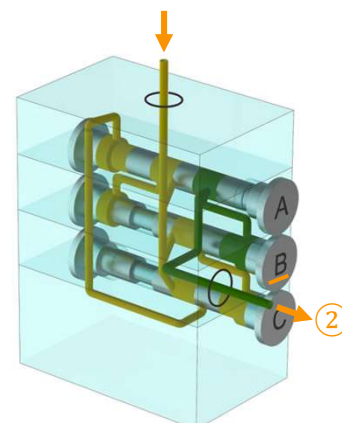
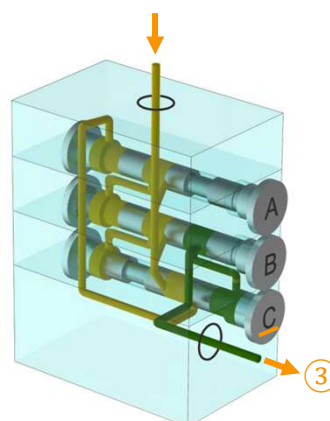

Abb. 9.2 B
Abb. 9.3 C
Danach werden die Dosierkolben B und C schrittweise verschoben und der Schmierstoff wird zu den Auslässen ② (Abb. 9.2) und ③ (Abb. 9.3) gefördert.